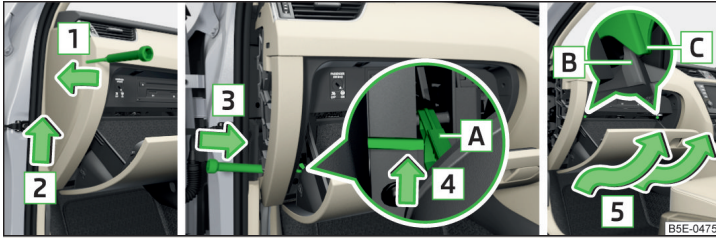

Abb. 357 Ablagefach auf der Beifahrerseite
- › Einen Schraubendreher unter die Seitenabdeckung einschieben » Abb. 357.
- › Die Anschlagpuffer **B** des Ablagefachs hinter die Halterungen **C** einziehen » Abb. 357.